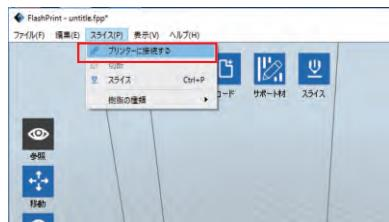

図 6-8
①付属 USB ケーブルで Hunter とパソコンをつなげます。
②Hunter を起動します。
③FlashPrint ソフトの中でモデルのプレビュー画面が見えたら、右上のアイコン [スライス] をクリックしましょう。或いは、メニューバーの [スライス]-[プリンターに接続する] をクリックしましょう (図 6-8)。ポップアップしたダイアログボックスの中で、接続モードの下に USB を選び、機器の選択の FlashForge Hunter 3D Printer を選んで、[接続する] をクリックします。 (図 6-9) USB 接続を起動して、Gcode ファイルがプリンターにアップロードします。